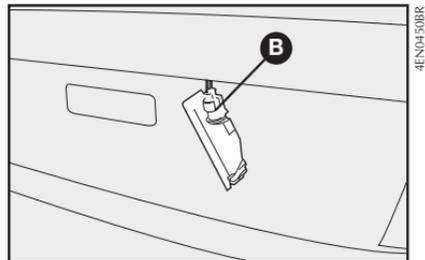

fig. 27
2) retirar la lámpara del zócalo empujándola y girándola hacia la izquierda **B-fig. 27**.